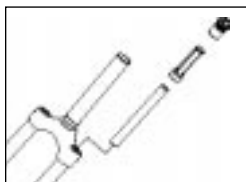

Fig. 3
2. Retirez l'ensemble de pile de ressorts (capuchon supérieur, écarteur et élastomère). Voir Fig. 3.